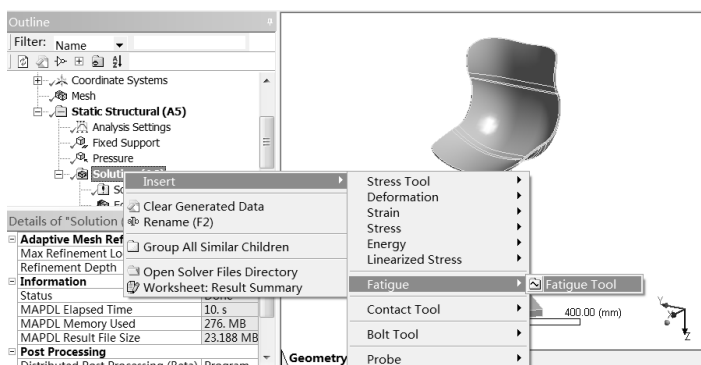

图 16-7 添加疲劳分析选项
Step1 : 右击 Solution (A6) 选项，此时会弹出如图 16-7 所示的快捷菜单，从中选择 Insert Fatigue Fatigue Tool 命令。